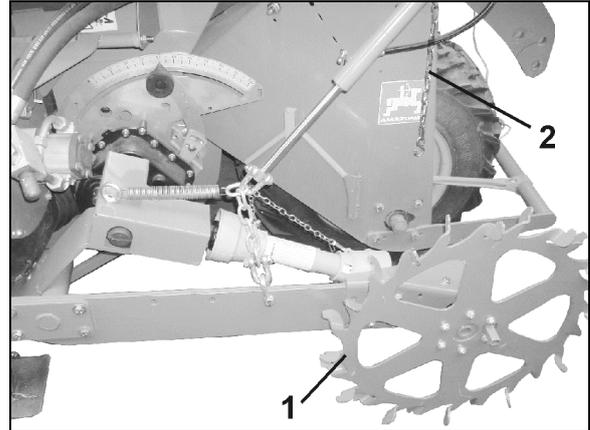

Fig. 68
1. Justo antes de comenzar el trabajo debe soltarse el seguro de la rueda estrellada (Fig. 68/1) (Fig. 68/2) y bajarla (unidad de mando *natural*) y colocar el mando de control en posición flotante.